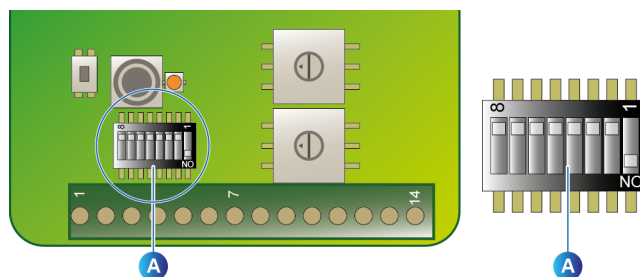

Figure 48 : réglage des micro-interrupteurs sur l'OLCT80.
- Sur la carte radio de chaque *OLCT80*, positionner les micro-interrupteurs (Figure 48, rep. A) comme suit :